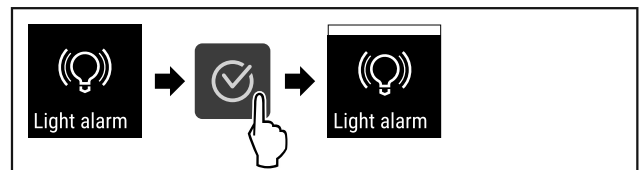

Fig. 98
- ▶ Kryeni hapat e veprimit (shihni Fig. 98) .